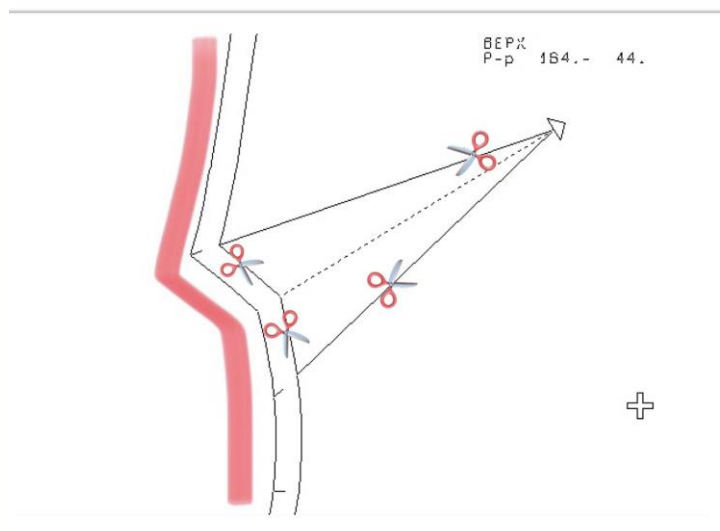

Рис. 4 – Внешний контур лекала остается целым, вытачка высекается внутри детали
8. Вырезайте детали выкройки по внешней линии замкнутого контура, высекая надсечки. Припуски вытачки не вырезаются! Высекается вытачка только внутри лекала, то есть внешний контур припуска детали остается замкнутым, как есть на чертеже (см. рис.4).